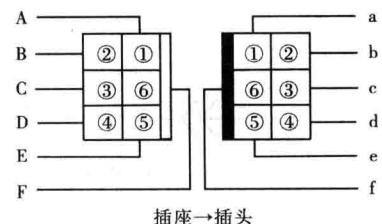

图 1-7 插接器的连接方法
插接器连接后，其导线的连接关系如图 1-7 所示。例如 A 线的插接孔①与 a 线的插头①是相配合的，其余依次类推。